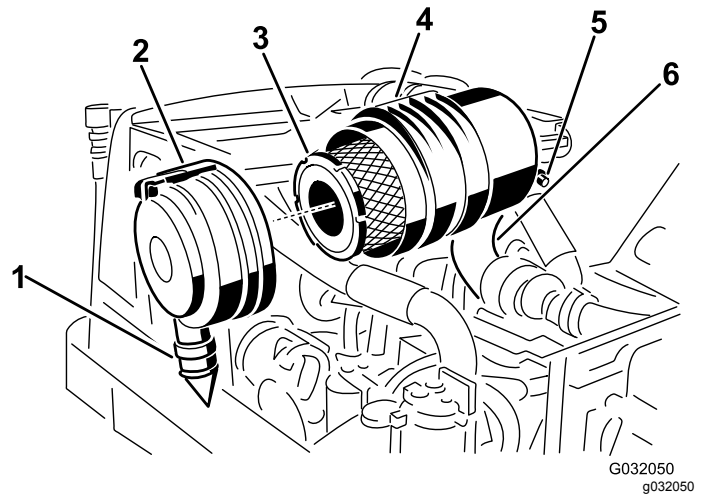

Bild 46
2. Entfernen Sie den Hauptfilter (Bild 46).
3. Wechseln Sie den Hauptfilter aus (Bild 46).
zwischen 17.00 Uhr und 19.00 Uhr (vom Ende her gesehen), und arretieren Sie den Riegel. Bild 46